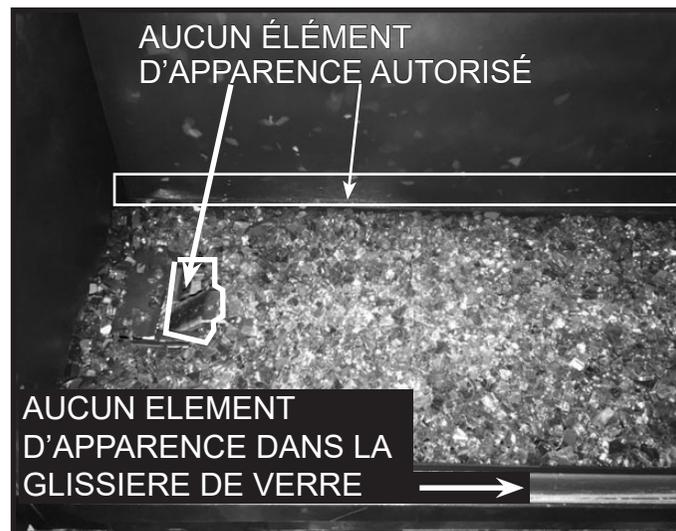

Figure 6. Éléments d'apparence installés
8. **NE PAS** laisser tomber d'éléments d'apparence entre le support des éléments d'apparence et l'arrière de la boîte à feu. Enlevez tout élément d'apparence tombé avant de commencer. Voir la figure 6.
12. Enlevez tout élément d'apparence en verre qui serait tombé en bas de la glissière en verre. Le verre ne pourra être installé correctement si un élément d'apparence est présent dans la glissière en verre. Voir la figure 6.